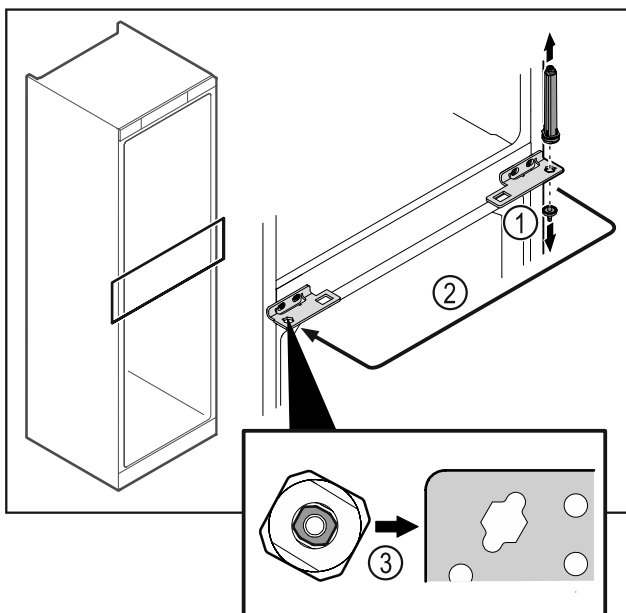

Fig. 39
- Scharnierbolzen Fig. 39 (1) abschrauben.
- Türschließsystem Fig. 39 (2) umsetzen.
- Beim Einsetzen auf die korrekte Ausrichtung des Türschließsystems Fig. 39 (3) achten.